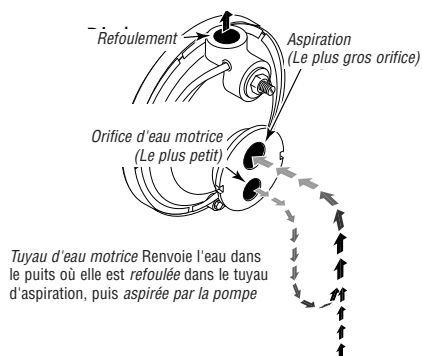
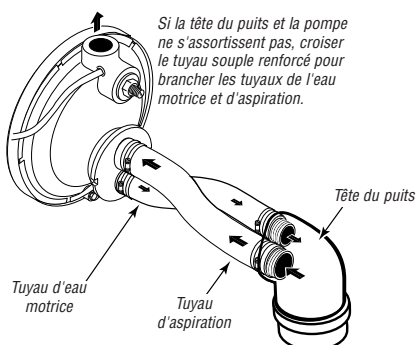

Figure 2 : Fonctions d'eau motrice et d'aspiration
Figure 3 : Branchement inversé dans le puits
- 3 ° Si l'ancienne pompe comporte un tuyau d'aspiration (le plus grand orifice — voir la Figure 2) sous l'orifice de pression, un tuyau souple devra être branché entre la tête du puits et la pompe pour que le branchement soit fait comme il faut. (Voir la Figure 3.)